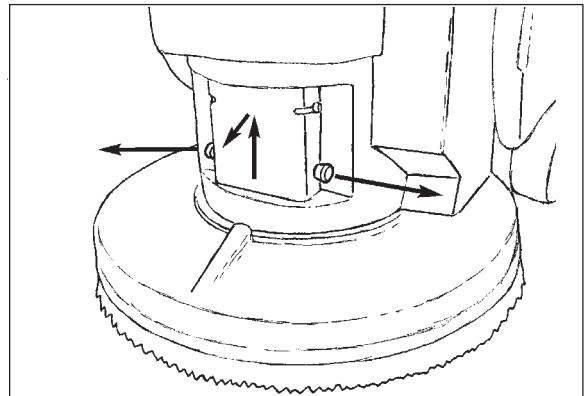
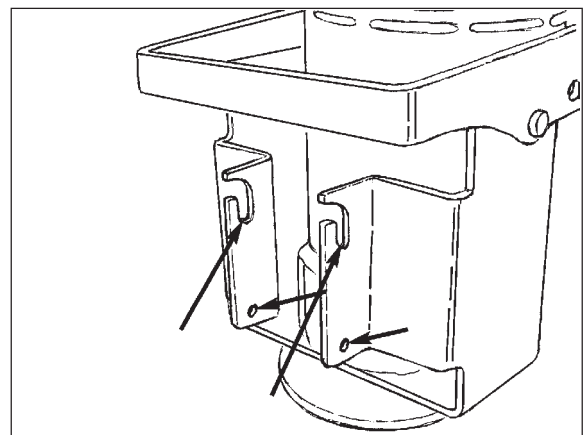

Figure 18
Figure 19
- **Étape Volume** - À l'étape Volume du chargement, le voyant rouge est illuminé sur le chargeur (Voir Figure 18). Pendant cette étape, le chargeur fournit sa puissance ampère totale aux batteries. Il continuera à charger les batteries à ce taux jusqu'à ce qu'elles atteignent environ 75% de leur capacité.
**N.B. :** Il n'est pas nécessaire de retirer l'assemblage du boîtier de la brosse lorsque vous retirez ou installez la brosse ou le porte-disque. Pour un meilleur accès à la brosse ou lorsque vous faites monter la machine sur une rampe, l'assemblage du boîtier de la brosse peut être retiré. Pour retirer l'assemblage du boîtier de la brosse, tirez vers l'extérieur la tige sur ressort située sur le côté gauche du boîtier, puis tirez, vers le haut et vers l'extérieur, l'assemblage du boîtier de la brosse (Voir Figure 18). Réinstallez l'assemblage du boîtier de la brosse dans l'ordre inverse, en s'assurant que la barrette dans le boîtier de la brosse est insérée dans les deux fentes situées dans le bâti du moteur et que la tige sur ressort est fixée en position (Voir Figure 19).